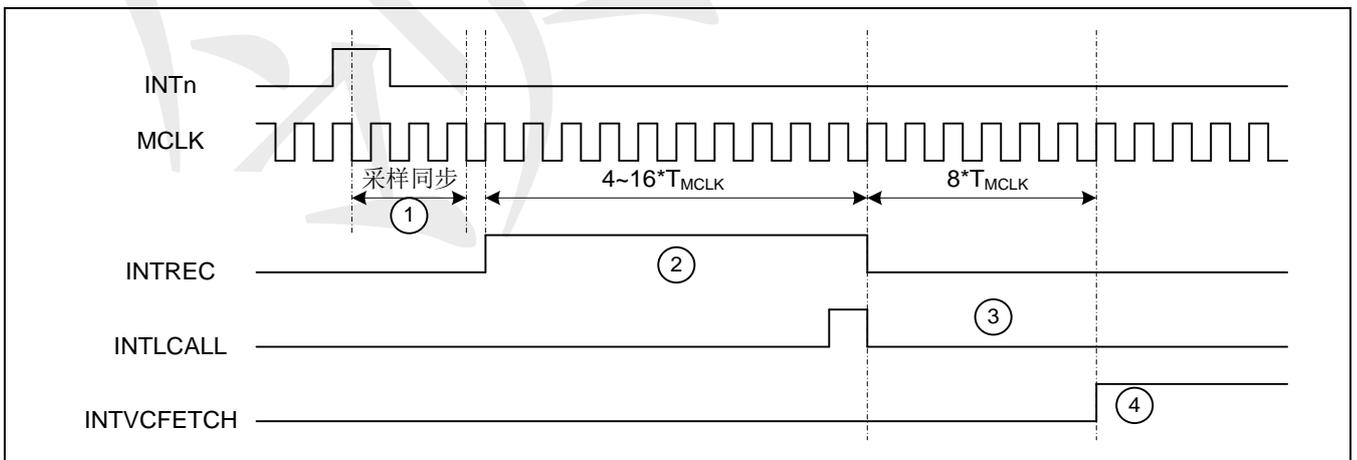

图 9-2 基本中断时序
在 EA 置 1 且相应中断使能的前提下，中断基本时序如图 9-2 所示（以外部中断 INTn 为例）：
当外部中断有效电平/有效沿到达（ $INTnMS=0$ ， $n=0/1/2/3$ ），LC51 核依靠 FCLK 的下降沿来检测该信号（同步），系统在第 4 个下降沿检测到同步中断信号。如果在此之前系统处于 SLEEP 模式，则此后系统将被唤醒，MCLK 有效（SLEEP 模式中 MCLK 停止，所以前面的采集时钟来自 FCLK，该信号与 MCLK 相位相同）。接着 MCLK 的上升沿置起 INTREC 标志。该过程对应图 9-2 的第①步。
为了保证中断处理过程不把任意一个正在执行的指令从中间断开引起错误，中断执行流程允许中断请求有效（INTREC 置高）以后接下来的两条指令执行完成。此时中断逻辑清除内部的中断请求（一般不是模块中的标志）并准备执行 LCALL 指令。如图 9-2 的第②步，中断逻辑执行这些操作至少需要 4 个 MCLK 周期，即使两条指令执行时间小于 4 个 MCLK 周期，那么这一步的时间最少也是 4 个 MCLK 周期。如果两条指令执行时间长于 4 个 MCLK 周期，那么这一步延时由指令执行时间决定。如两条 DIV 指令，则这里的延时长达 16 个周期。